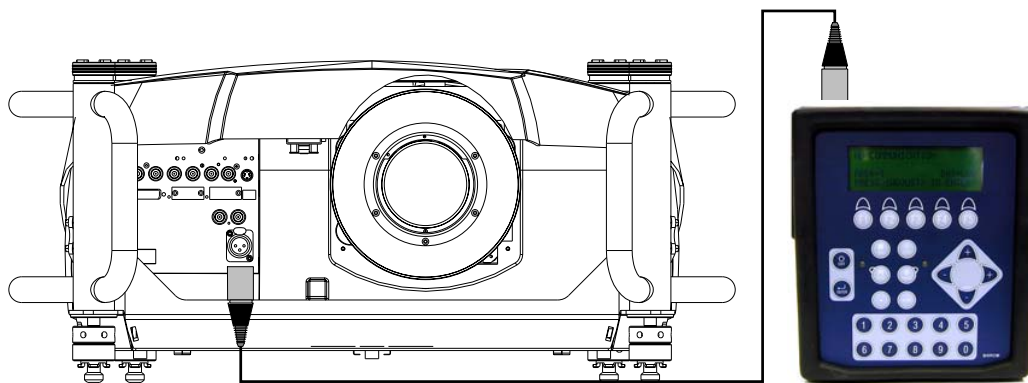

Abbildung 4-8
1. Schließen Sie das eine Ende des Twisted Pair-Kabels mit dem XLR-Anschluss an die Zwei-Wege-Fernbedienung an. (Abbildung 4-8)